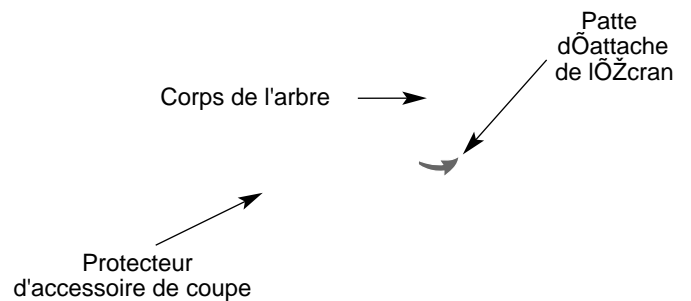

Fig. 3
1. Placez l'écrou de l'accessoire de coupe sur le logement de l'arbre. Veillez à ce que la patte d'attache de l'écrou glisse dans l'encoche au bord de l'écrou de coupe. Tournez l'écrou dans le sens contraire des aiguilles d'une montre (Fig. 3) pour le mettre en place. Les trous dans la patte d'attache de l'écrou et l'accessoire de coupe s'aligneront.